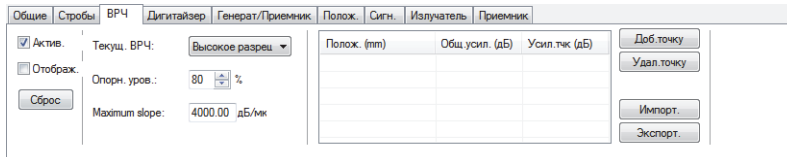

Рис. 4-29 Диалоговое окно Настройки УЗ — Вкладка ВРЧ
- b) В диалоговом окне **Настройки УЗ** щелкните на вкладке **ВРЧ** и поставьте флажок **Актив** (Рис. 4-29 на стр. 132).